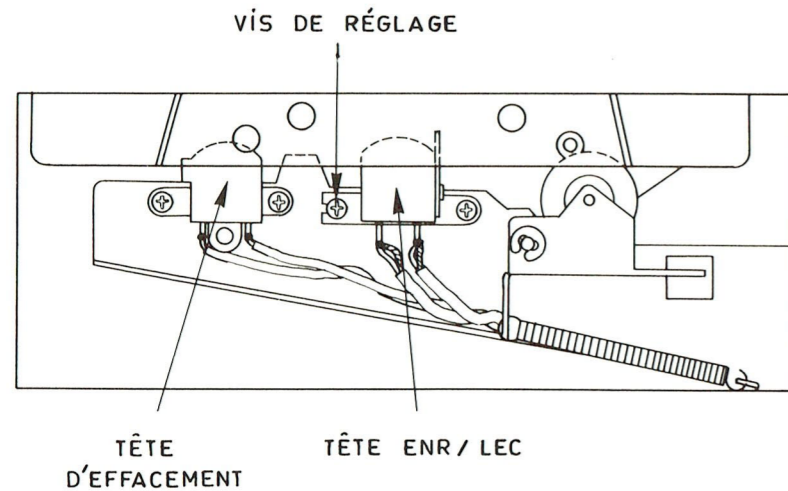

Fig. 3
4. Tourner la vis de réglage indiquée sur la figure 3 pour obtenir une déviation maximale du voltmètre.